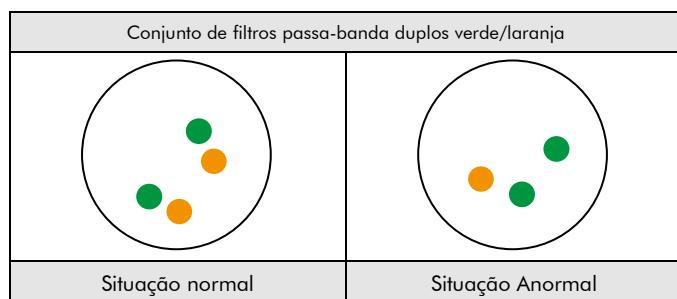

Fig. 2: Resultados esperados em núcleos normais e anormal
**Situação normal:** Nas interfases de células normais ou de células sem uma deleção envolvendo o locus 19q13, aparecem dois sinais laranja e dois sinais verdes (ver Fig. 2).
**Situação anormal:** Numa célula com uma deleção que afecte o locus 19q13, será observado um número reduzido de sinais laranja. As deleções que afectam apenas partes do locus 19q13 podem resultar num padrão de sinal normal com sinais laranja de tamanho reduzido (ver Fig. 2).